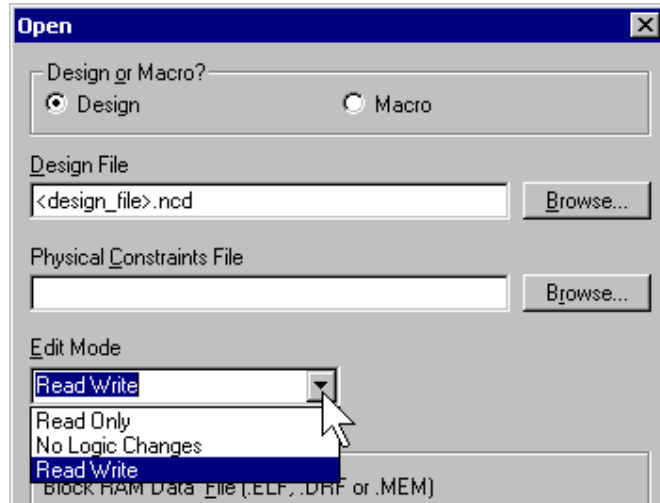

図 3 : FPGA Editor で修正する場合
- [File] → [Open] を選択します。次に、図 3 に示すように、完成したデザインの *.ncd ファイルを選択し、Edit Mode を [Read Write] に設定します。